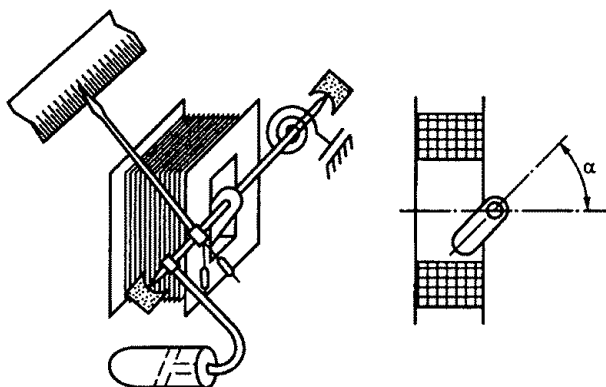

Рис. 165
5.10. Какому углу α соответствуют нулевое (α_0) и максимально возможное (α_{\max}) отклонения стрелки прибора электромагнитной системы (рис. 165)?